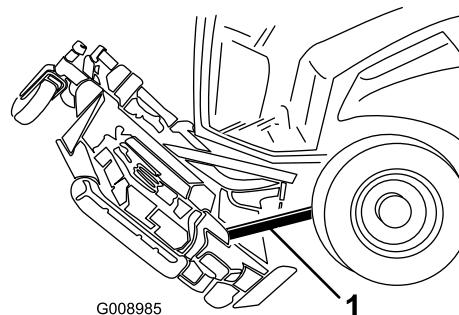

Рисунок 92
6. Поместите упорный деревянный бруск между задней частью деки и машиной (Рисунок 92).